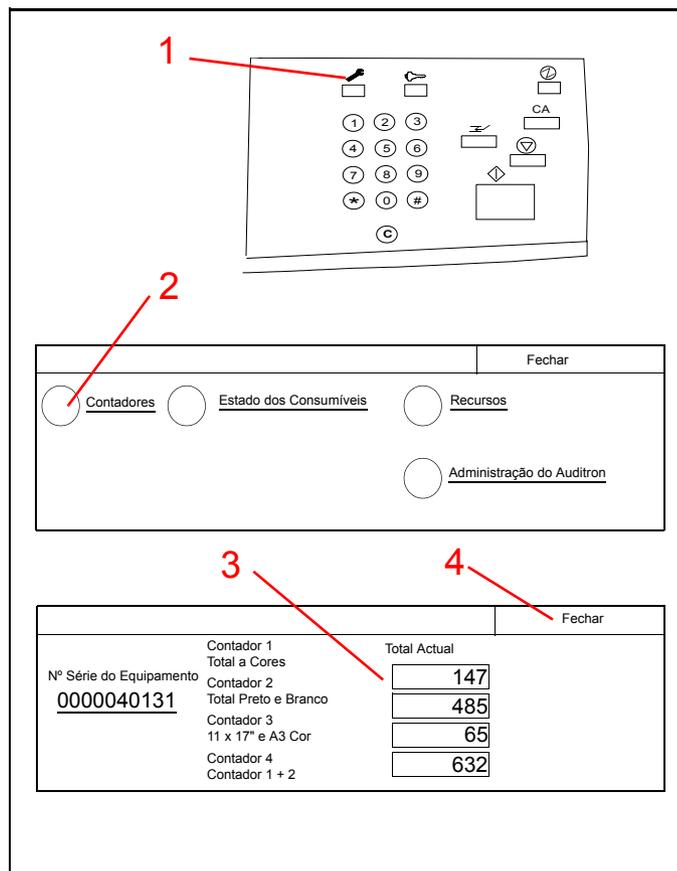

**Figura 20**
1. Consulte a Figura 20. Abra a bandeja de papel devagar. Se ouvir papel a rasgar-se ou a enrolar, páre de abrir a bandeja e tente agarrar e retirar o papel sem abrir mais a gaveta.